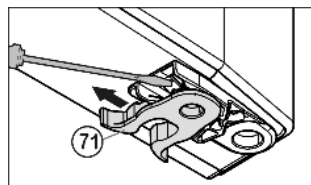

Fig. 9
- ▶ Przenieść zacisk sprężynowy Fig. 9 (71): Zatrask przycisnąć w dół, przy tym zdjąć zacisk sprężynowy.